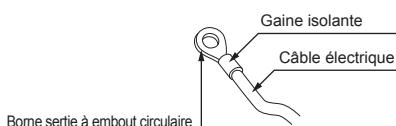

Fig. 6-2
- Placez la partie gainée du câble d'alimentation et du câble de raccordement des appareils intérieur/extérieur dans le boîtier électrique. Utilisez des bornes serties à embout rond pour le bornier de raccordement intérieur/extérieur et le kit du bornier d'alimentation en option. [Fig. 6-2] Si l'utilisation de bornes serties à embout rond est impossible, suivez la procédure de la Fig. 6-4-6-6. Reportez-vous à 6.1.1. pour le raccordement.